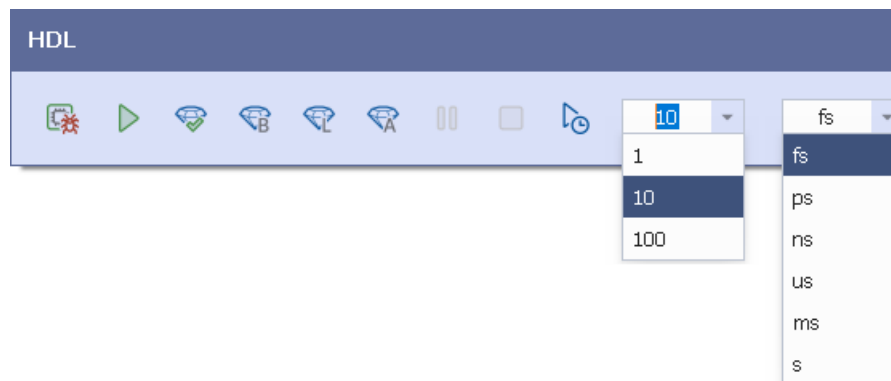

Рис. 23 Выбор параметров моделирования
2. В панели инструментов установите значение временного интервала и выберите формат времени, см. Рис. 23.